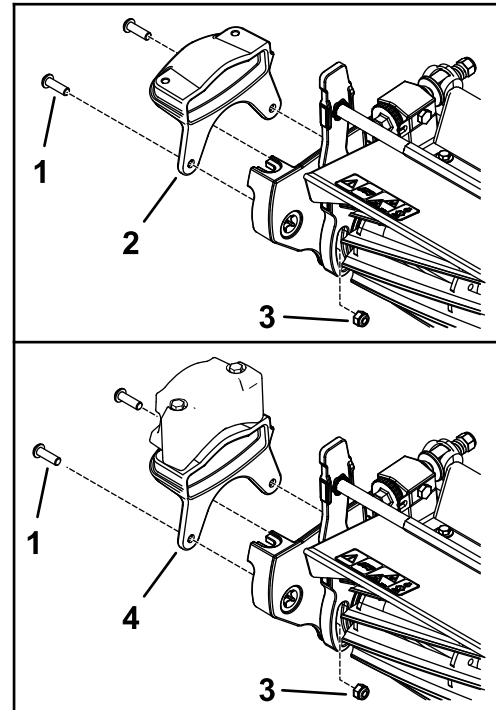

図 9
- 新しいウェイトをカッティングユニットの側面に固定するボルト 5/16" 2 本と、ナット 5/16" 2 個を使用して 図 9 のように取り付ける。